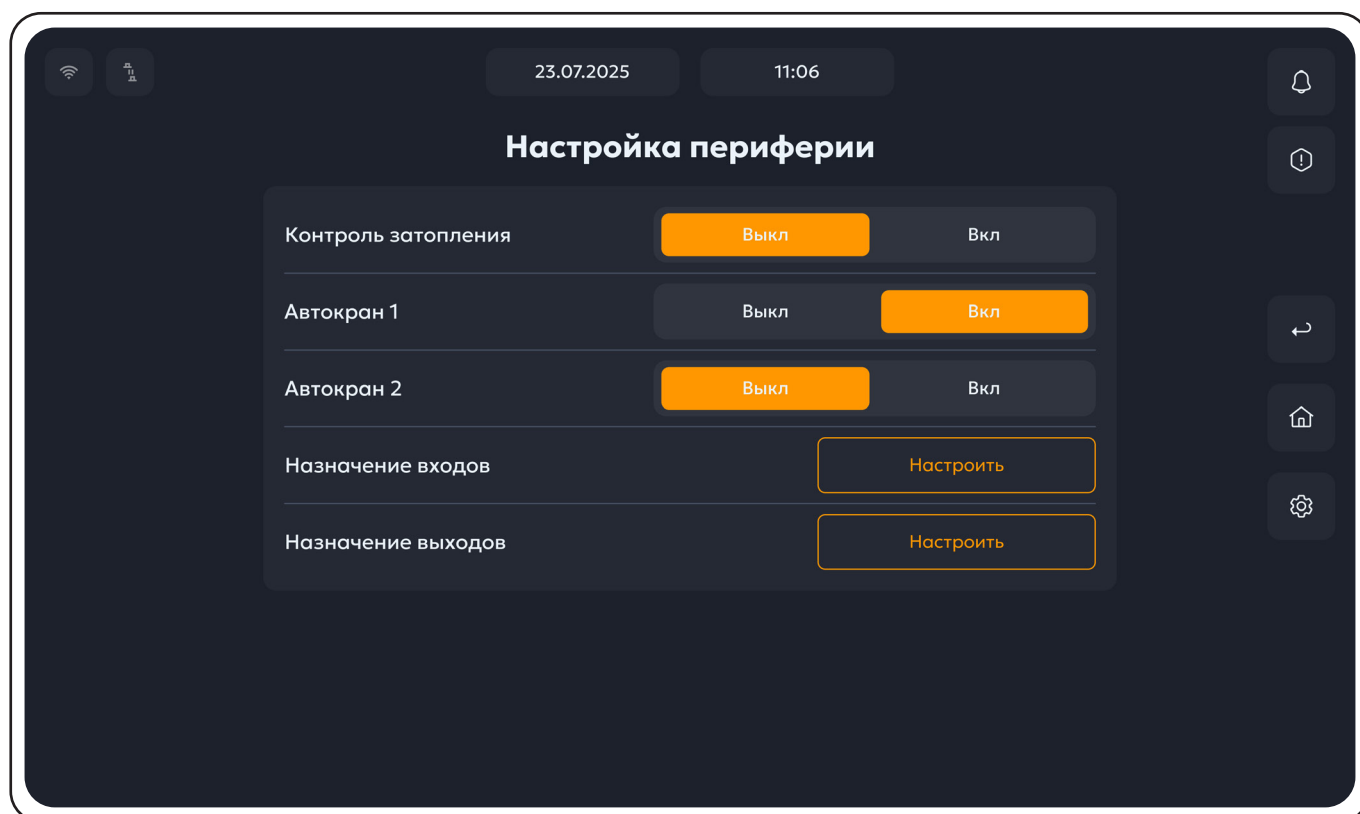

Рисунок 62. Меню пункта **Настройка периферии**.
2. Выбрать пункт **Настройка периферии**, после чего откроется следующее меню (рис.62):